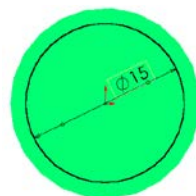

Рис. 2.5
7. Ввести значение 15 мм (рис. 2.5).